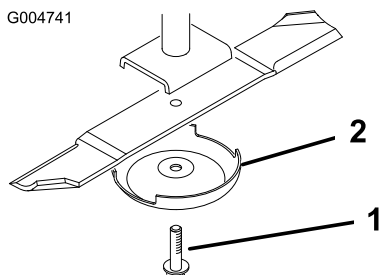

Figura 87
- Sujete el extremo de la cuchilla usando un paño o un guante grueso. Retire del eje de la cuchilla el perno de la cuchilla, el protector de césped y la cuchilla (Figura 87).